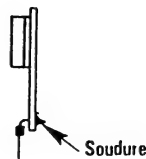

Fig. 16.8
- coupez la barrette de connexion 15 broches en deux morceaux de 13 et 2 chacun. Soudez-les sur le circuit comme indiqué sur la figure 16.8. Les trous sont repérés sur l'implantation par des rangées de points.